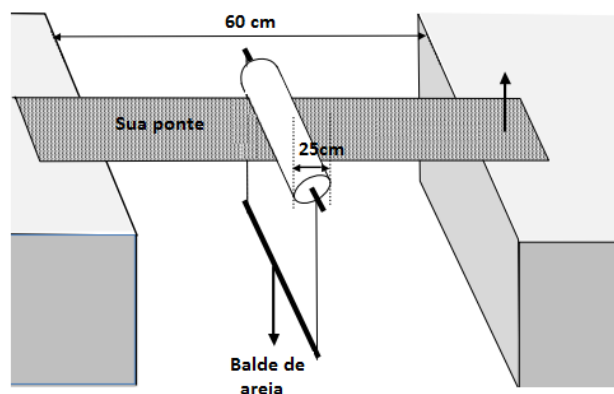

Figura 1. Diagrama da aplicação de carga.
4. A carga será aplicada pela suspensão de um balde por baixo do centro da ponte. O balde estará preso a um cilindro de 2,5 cm de diâmetro que estará localizado na parte superior da estrutura da ponte, conforme mostrado na Figura 1. Areia será lentamente adicionada ao balde até o rompimento da ponte. Um “berço” pode ser feito para evitar que o pino deslize para longe do centro.